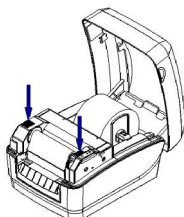

图 2.5.3
- 5) 压下碳带支撑架，至锁紧状态，再合上打印机上盖（见图 2.5.3）